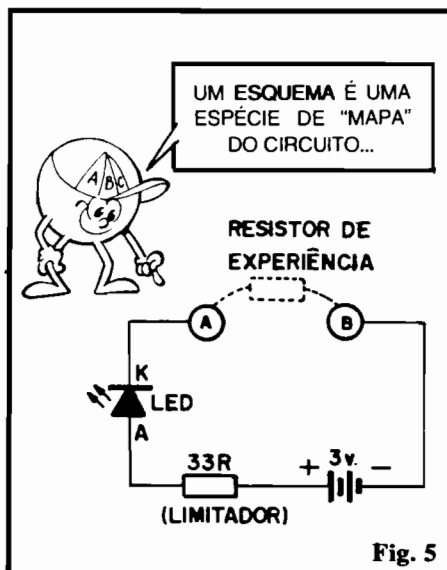
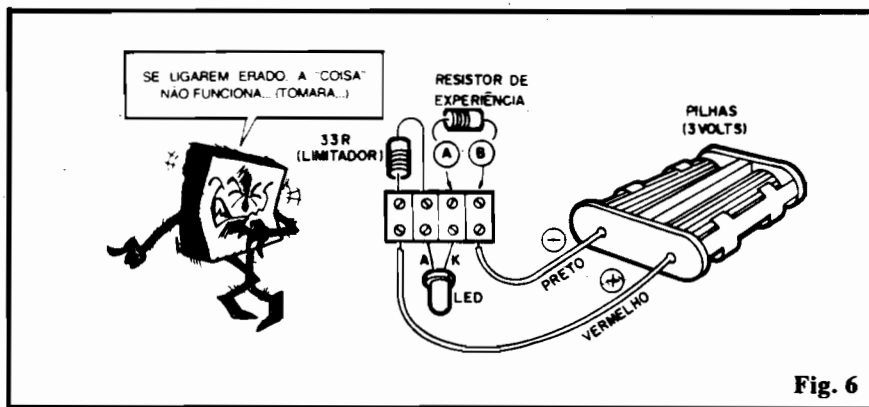

Fig. 5
Fig. 6
- FIG. 5 - Mostra o esquema básico do circuito para as experiências (em essência, é o **mesmo** utilizado para comprovação da Lei de Ohm). Conforme já foi dito, um "esquema" nada mais é do que a "representação" simbólica, em diagrama estilizado, dos componentes reais, e das suas ligações (ou seja: um "mapa" do circuito...). Vocês **já sabem** os símbolos esquemáticos utilizados para representação do LED, do resistor e das pilhas... Observem cuidadosamente o diagrama, identificando cada peça e a ordem e posição em que são interligados...
- FIG. 6 - "Chapeado" da experiência. Compare-a com o esquema (fig. 5) para fazer um "treinamento" de interpretação. Observe com muita atenção, durante a ligação dos componentes, a **polaridade** da alimentação (pilhas), sempre com o fio **vermelho** do suporte referindo-se ao **positivo** e o fio **preto** ao **negativo**. Atenção também à correta identificação dos terminais do LED ("K" é o mais curto, e que sai da peça ao lado de um pequeno chanfro; "A" é o mais longo...). Notar que o resistor de 33R (laranja-laranja-preto) é "fixo", funcionando como "limitador final" para a corrente entregue ao LED. Já o "resistor de experiência" pode ter seu valor variado, **sempre** ligando-o aos segmentos (A) e (B) da barra "Sindal".
Quem não "desmontou" o núcleo da experiência mostrada na fig. 6 pode, facilmente, comprovar a ação do potenciômetro: basta pegar um componente com o valor nominal de 10K, ligar seus terminais 2 e 3 aos segmentos (A) e (B) da barra "Sindal" (fig. 6), girar o eixo do potenciômetro totalmente para a direita (lentamente), ou levar o cursor do potenciômetro deslizante, todo para uma extremidade e todo para a outra (lentamente), observando a variação no brilho do LED (que, como sabemos, indica proporcionalmente a **CORRENTE** no circuito, que é proporcional à **RESISTÊNCIA** oferecida pelo componente...